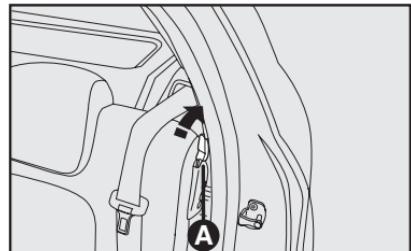

fig. 96
Para asiento trasero único con airbag lateral, desencage el respaldo, moviendo las palancas laterales **A**-fig. 96 en el sentido inverso de la flecha.
4) Desenganche el respaldo, utilizando las palancas laterales **A**-fig. 96 en el sentido de la flecha.
Para eso, desbloquee la palanca de recha o izquierda **A**-fig. 96 y incline hacia adelante el cojín deseado hasta obtener una superficie de carga única.